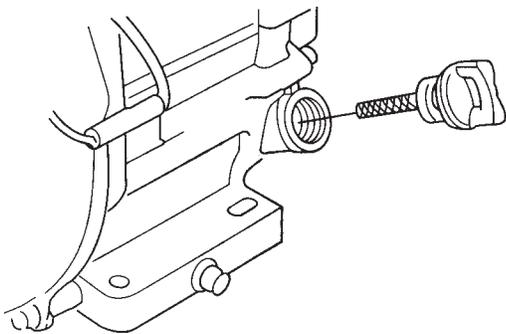

Figure 5. Jauge à huile moteur (retrait)
2. Retirer la jauge-bouchon de l'orifice de remplissage d'huile (figure 5) et bien l'essuyer.